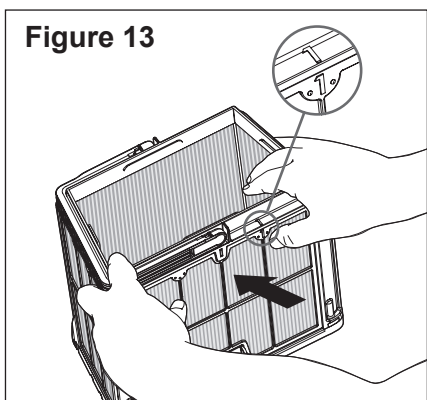

Figure 13
1. Un numéro est estampé sur chaque tamis filtrant et sur le côté du panier filtre. Les tamis filtrants ne peuvent être placés que dans le côté correspondant du panier. Voir **Figure 13**.
2. À l'aide de vos pouces, appuyez fermement sur la partie supérieure du tamis 1 vers l'intérieur pour détacher le tamis de son cadre. Voir **Figure 13**.